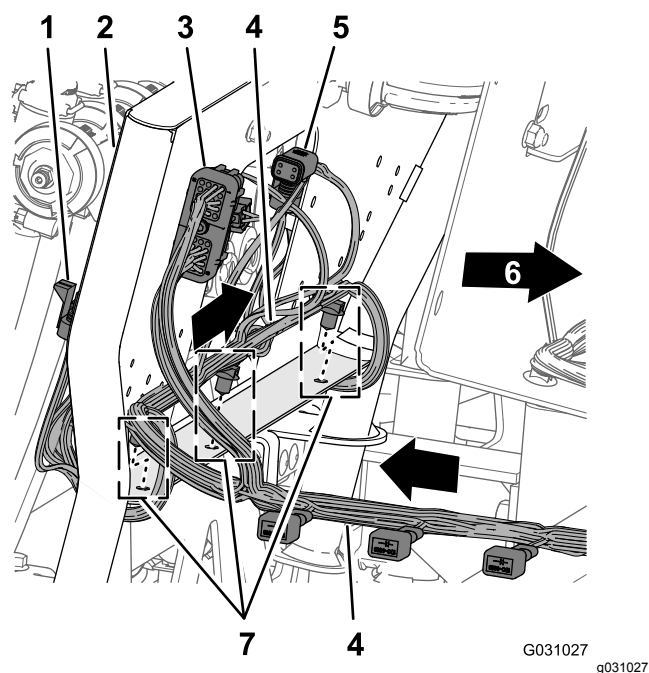

Рисунок 126
1. Проложите ответвление длиной 203 см жгута проводов через заднюю часть опоры крепления 10 клапанов так, чтобы 10 разъемов для клапанов сопел были направлены назад и находились под клапанами (Рисунок 126).
2. Вставьте фиксаторы «елочного типа» ответвления длиной 203 см жгута проводов в отверстия нижнего фланца опоры крепления 10 клапанов (Рисунок 126).